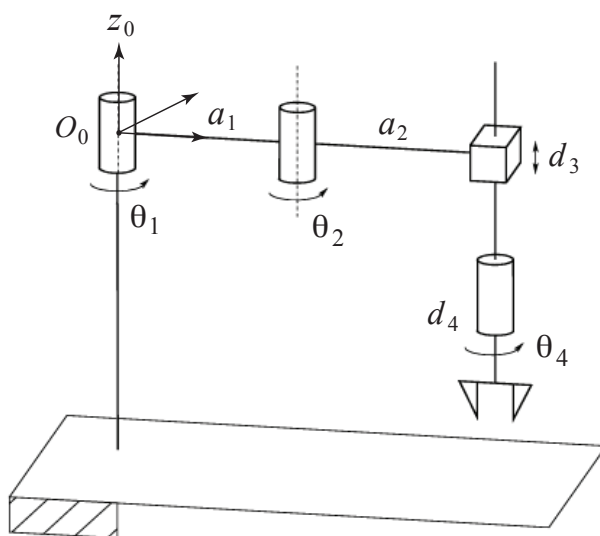

FIGURE 1 – Manipulateur SCARA à 4 DDL.
1. Positionner les repères et déterminer les paramètres de Denavit-Hartenberg du manipulateur SCARA (“*Selective Compliance Assembly Robot Arm*”) à 4 DDL montré dans la Figure 1 ci-dessous.
3. Nous savons que les coordonnées du point P dans le repère 0 de la base du manipulateur (point bleu en Figure 1), sont $\mathbf{p}^0 = [1, 0, 0]^T$. Grâce à la matrice de transformation $\mathbf{T}_4^0(\mathbf{q})$ calculée au point précédent, nous pouvons écrire la relation suivante entre les coordonnées du point P dans le repère 4 et les les coordonnées du point P dans le repère 0 :